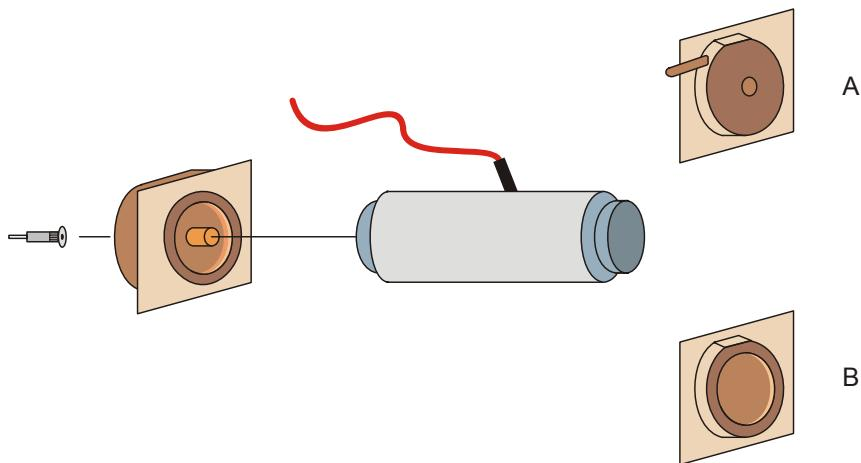

Fig. 6 Zusammenbau der Ionisationskammer (A für vermindernden Druck, B für normalen Luftdruck)
- Ionisationskammer gemäß Fig. 6 zusammensetzen.